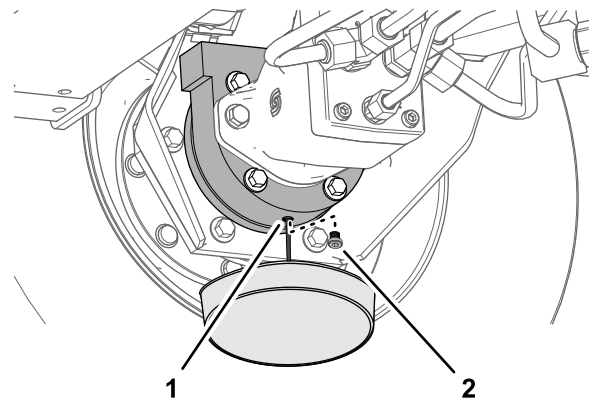

図 103
6. ブレーキハウジングの下に容器を置き、プラグを外してオイルを抜く 図 103。